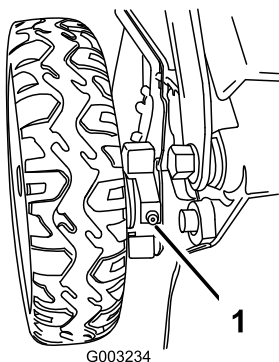

Figura 42
1. Limpie con un trapo limpio los puntos de engrase situados justo dentro de las ruedas traseras (Figura 42).